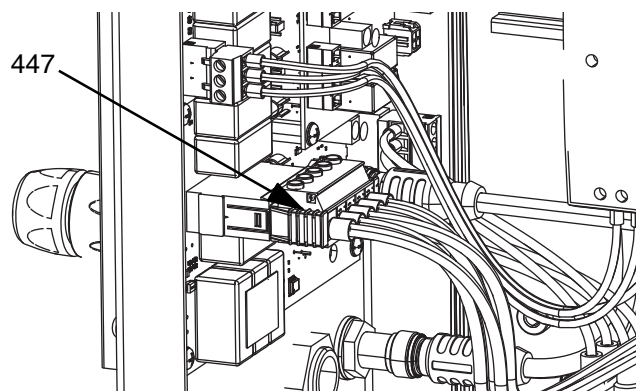

FIG. 17
- Conecte el cable CAN incluido con el módulo de expansión al mamparo 2 (B2) de la AMZ 1, en la caja de control térmico (S).
- Conecte el mazo de cables (479) del módulo de expansión a la AMZ1 como se muestra en la FIG. 17.